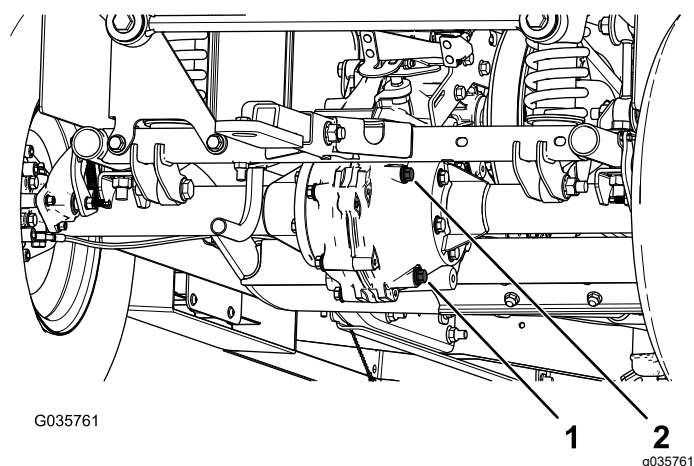

Figura 60
4. Tire o tampão de enchimento do conjunto eixo-transmissão (Figura 60).
5. Se o nível de fluido estiver baixo, retire o tampão de enchimento e adicione o fluido especificado até sair pelo furo (Figura 60).
1. Alinhe um recipiente de escoamento com o tampão de escoamento (Figura 60).
2. Retire o tampão de enchimento e o vedante (Figura 60).
3. Retire o tampão de escoamento e o vedante e deixe o fluido escoar completamente (Figura 60).